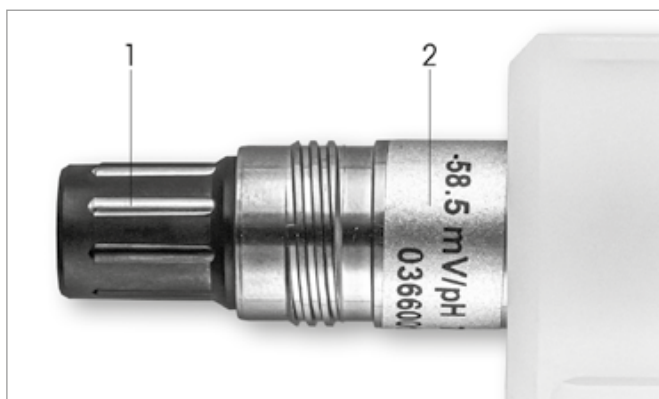

Abb. 1: InSUS-pH-Sensor (Beispiel)
3.5 Die Werte für Steilheit und Nullpunkt (Offset) finden Sie auf dem Sensoretikett (Abb. 1) oder im Qualitätszertifikat des Sensors. Verwenden Sie diese Werte für die Dateneingabe. Drücken Sie den Steilheitswert und bearbeiten Sie den Wert mit den Tasten in mV/pH.